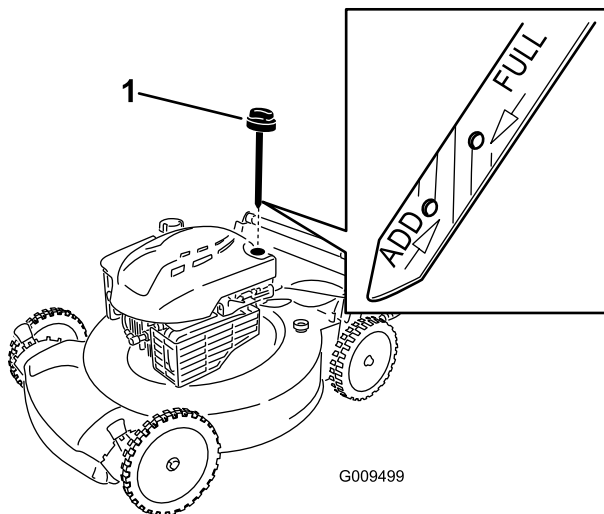

Рисунок 11
2. Выньте щуп для измерения уровня, протрите его, и затем вставьте на полную глубину (Рисунок 11).
3. Выньте щуп и проверьте уровень масла (Рисунок 11). Если уровень масла ниже отметки **Add (Долить)** на масломерном щупе, медленно заливайте масло в маслозаливной патрубок, чтобы поднять уровень масла до метки **Full (Заполнено)** на масломерном щупе. **Не допускайте переполнения картера.**